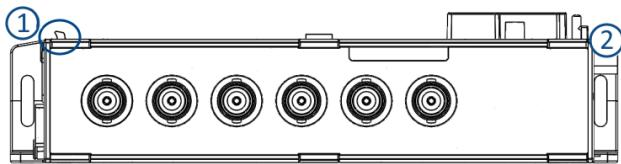

Abb. 3: Verbindungsnaeße & Verriegelungswippe
1. Verbindungsnasen in die Nut einhaken, siehe Abb. 3 Position (1).
2. Verbindungsnasen, siehe Abb. 3 Position (1), aus der Nut herausziehen